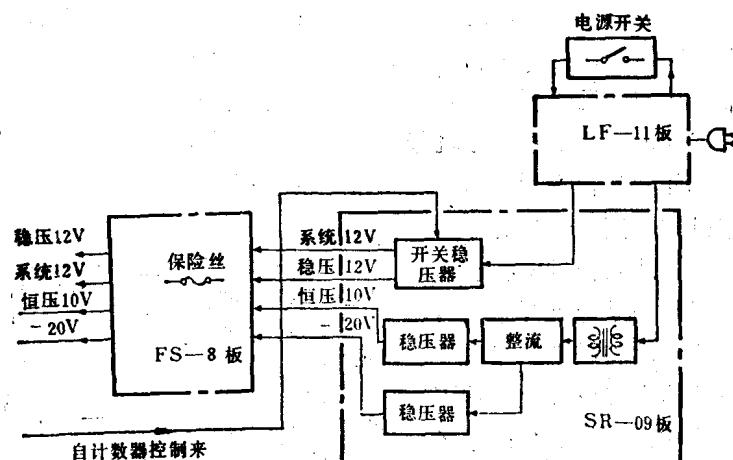

图1—9 稳压电源方框图
5. 稳压电源部分。稳压电源的任务是向录像机各电路板、电机及电磁铁供给稳定的电源电压。图1—9所示就是一种典型的家用录像机用稳压电源的方框图。